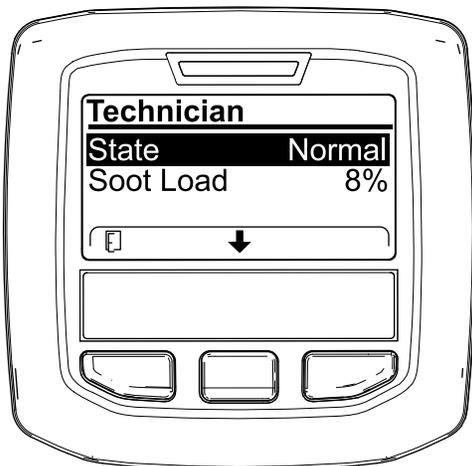

Рисунок 36
- Используйте рабочую таблицу по фильтру DPF, чтобы понять текущее состояние работы DPF (Рисунок 36).